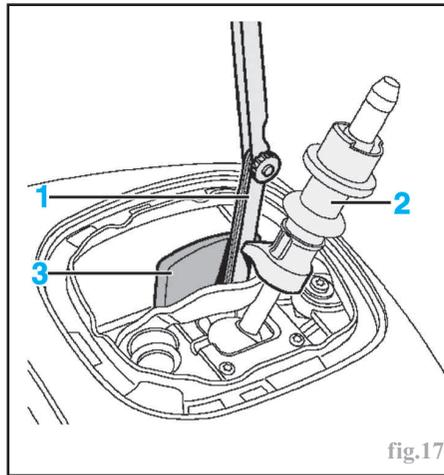

fig.17
- Contrôler à l'aide d'une cale d'épaisseur (1) le jeu de réglage entre le levier de vitesses (2) et la butée de tourelle (3) (fig.17).